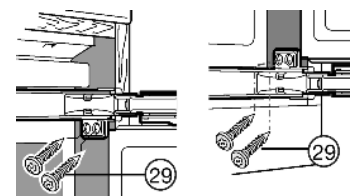

Fig. 22
- An beiden Türen mit Spanplattenschrauben *Fig. 22 (29)* jeweils oben und unten durch die Scharnierlaschen schrauben.